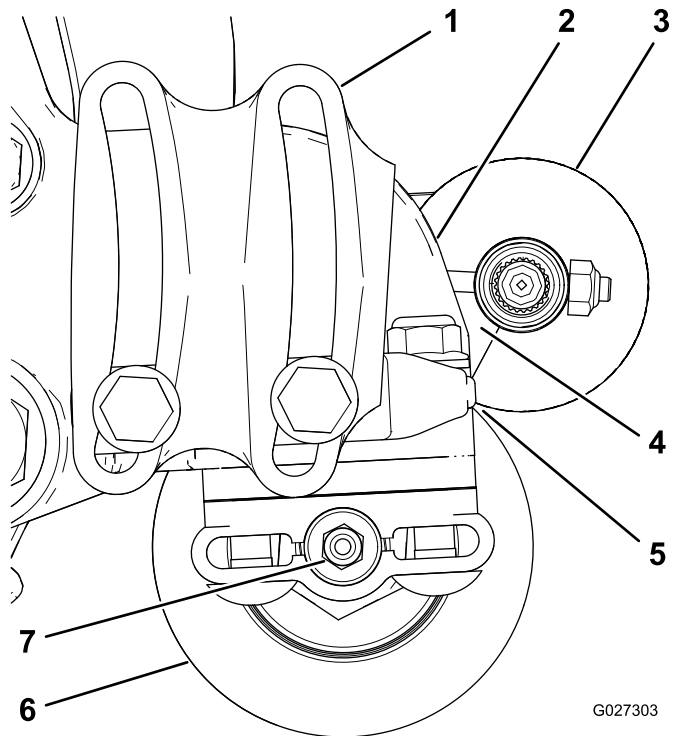

Figure 11
2. Positionnez la brosse de sorte qu'elle touche ou appuie à peine sur le rouleau arrière (Figure 11).